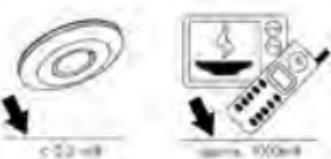

Рис. 4
**ВНИМАНИЕ!** Излучаемая датчиком высокочастотная мощность меньше 10 мВт, что составляет сотую часть от мощности волн, исходящих от мобильных телефонов и микроволновых печей (рис. 4).